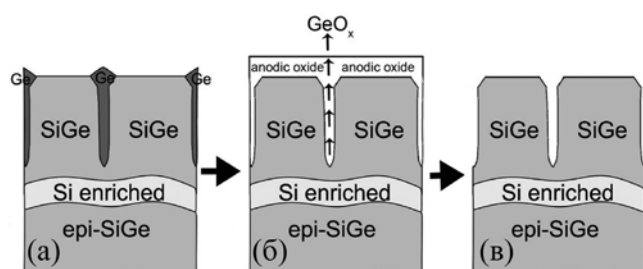

Рисунок 2 – Схематическое изображение профилирования поверхности сегрегационного ячеистого слоя (а) путем анодного оксидирования и растворения оксида (б, в).
наклонными составляющими, которые, при движении фронта кристаллизации, оттесняют избыточную примесь в поперечном направлении (Рисунок 1 в) и формируют ячеистую сегрегационную структуру (Рисунок 1 г). Последующее селективное оксидирование Ge в стенках ячеистой структуры и растворение оксидов (Рисунок 2) приводит к формированию профилированной поверхности требуемой топографии.
Нано-профилированные буферные слои формировали по следующей схеме. На первом этапе методом молекулярно-лучевой эпитаксии (МЛЭ) выращивали релаксированные эпитаксиальные слои Si_{1-x}Ge_x ($x = 0.3 - 0.5$) на кремниевых подложках с композиционно-изменяемыми буферами на установке Semicon VG80. В качестве подложек использовали (001)-ориентированные пластины кремния p-типа проводимости. После десорбции SiO₂ с поверхности пластин кремния при 850 °C, выращивали буферный слой Si_{1-x}Ge_x переменного состава с поверхностным слоем SiGe толщиной 1,3 мкм. На второй стадии эпитаксиальные слои SiGe облучались импульсами рубинового лазера в режиме модуляции добротности на длине волны 694,3 нм длительностью 75 нс, с диаметром пятна 4 мм при нормальных условиях. Плотность энергии лазерного излучения W изменялась от 1,5 до 2,5 Дж/см², однородность плотности энергии по площади пятна была лучше 90 %. Такие режимы импульсной лазерной обработки (ИЛО) позволяли формировать ячеистые нано-сегрегационные структуры различной морфологии [5]. Наконец структуры подвергались анодному или термическому оксидированию: предполагалось, что при таких обработках происходит преимущественное образование оксида германия, который либо растворялся в водном растворе плавиковой кислоты (анодный процесс), либо испарялся (термическое оксидирование) из стенок ячеистой структуры (Рисунок 2). Термическое оксидирование проводили в установке быстрого термического отжига при 650-950 °C в атмосфере сухого кислорода.
Рисунок 2 – Структура, сформированная при температуре карбидизации 1100 °С в течение 10 мин. а – Дифракционная картина ПЭД, б – Снимок ПЭМ в режиме светлого поля